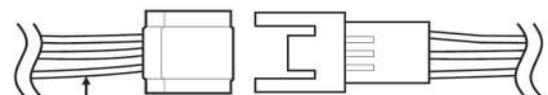

Fig.3
- ④ Schließen Sie das Kabel zwischen dem Gerät und dem Zusatzheizgerät an, bis es einrastet (Abb. 3).
- ⑤ Verwenden Sie die Kabelklemme, um das Kabel durch die Niederspannungsöffnung zu befestigen.